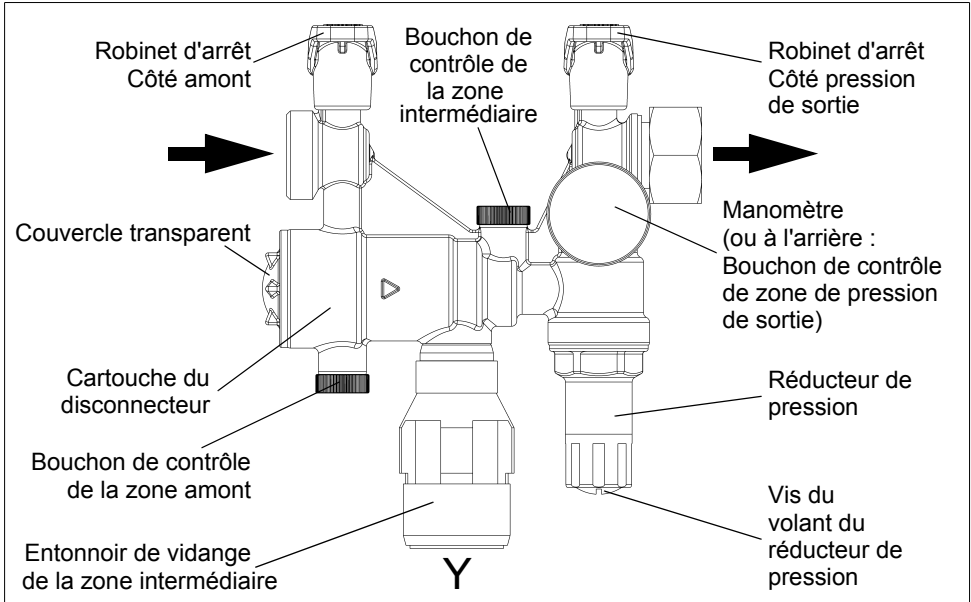

Fig. 4 : Fonction
- Dévisser la vis du volant du réducteur de pression (cf. fig. 4).